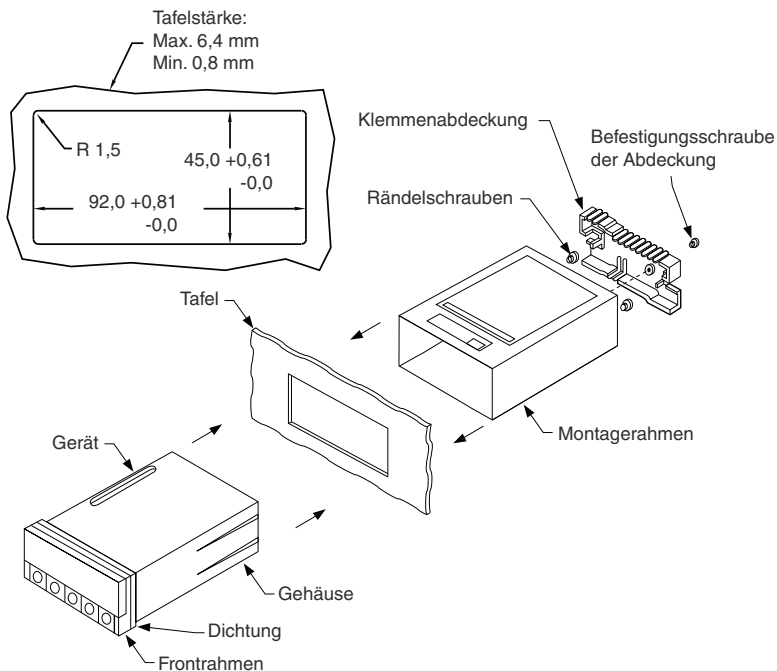

Abbildung 5-10. Tafeleinbau
Der Anzeiger kann so in einer Schalttafel eingesetzt werden, dass die Frontplatte des Anzeigers bündig mit der Schalttafel abschließt. Dabei wird der Anzeiger mit dem Montagerahmen in der Tafel fixiert, indem der Montagerahmen die Frontblende gegen die Tafel andrückt. Abbildung 5-10 zeigt die Abmessungen des Tafelausschnitts und die Stärke der Schalttafel. Vor dem Einbau des Instruments in die Tafel müssen folgende Schritte bereits ausgeführt sein:
Wenn alle diese Schritte ausgeführt wurden, installieren Sie das Instrument entsprechend der Abbildung 5-10.
6. Bringen Sie einen Tafelausschnitt mit den in Abbildung 5-10. gezeigten Maßen an. Entgraten Sie den Ausschnitt und lackieren Sie die Tafel wie erforderlich.